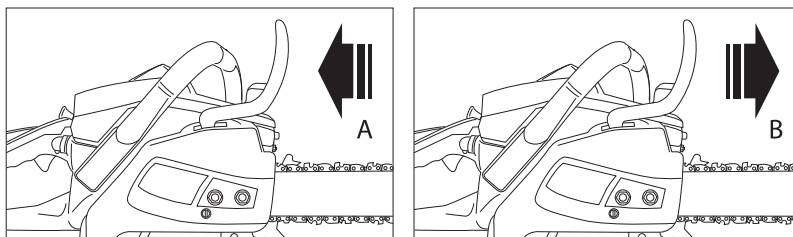

Рис. 12
1. Тормоз выключен (цепь может двигаться), когда щиток тормоза оттянут назад (A) (рис. 12).
2. Тормоз включен (цепь не может двигаться), когда щиток тормоза направлен вперед (B). В этом случае цепь не должна двигаться по шине (рис. 12).